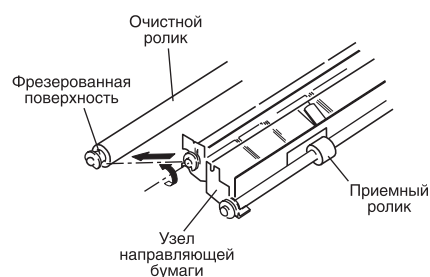

Рис. 16. Снятие очистного ролика
4. Совместите фрезерованную поверхность подшипника с направляющей и снимите очистной ролик с узла направляющей бумаги (рис. 16).